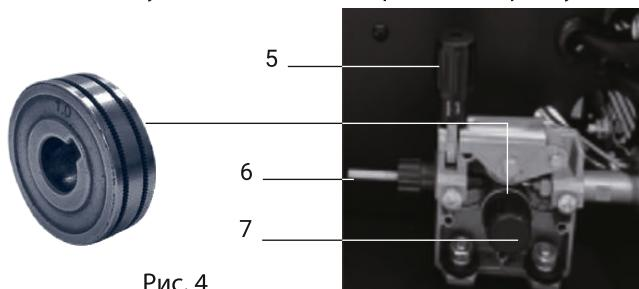

Рис. 4
3. Установите катушку с сварочной проволокой на шкиф (рис.2 поз. 2) так, чтобы при подаче проволоки катушка вращалась против часовой стрелки, для этого необходимо открутить фиксатор шкива (рис.2 поз.1), установить катушку и зафиксировать ее в обратной последовательности, после чего пропустите сварочную проволоку в механизм подачи (рис. 4):
- открутите фиксатор изменения усилия зажатия (рис.4 поз.1) и откройте прижимной механизм подачи проволоки, отведя его вверх;- проверьте, чтобы размер канавки ролика на прижимном механизме соответствовал диаметру используемой сварочной проволоки, при необходимости поменяйте положение ролика, открутив фиксатор ролика (рис. 4 поз.3) против часовой стрелки;
- пропустите проволоку внутри направляющей трубы (рис.4 поз.2) и дальше в механизм подачи;
- опустите прижимной механизм и установите необходимое усилие прижима ролика поворотом фиксатора (рис.4 поз. 1);